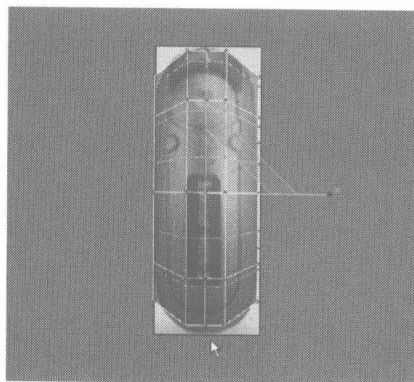
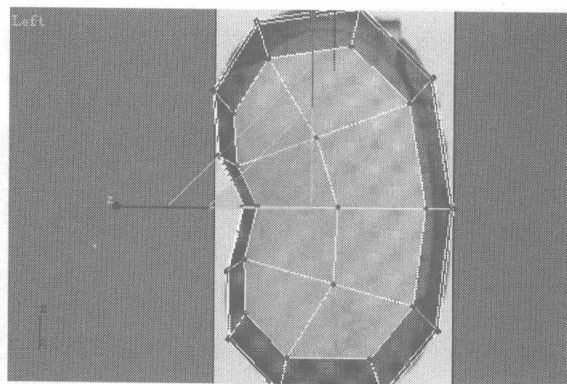

图 3.18
图 3.19
- 13** 在 Front 视图中框选 Box 中间的一排节点，如图 3.18 所示，再在 Left 视图中将其适当向外放大，结果如图 3.19 所示。